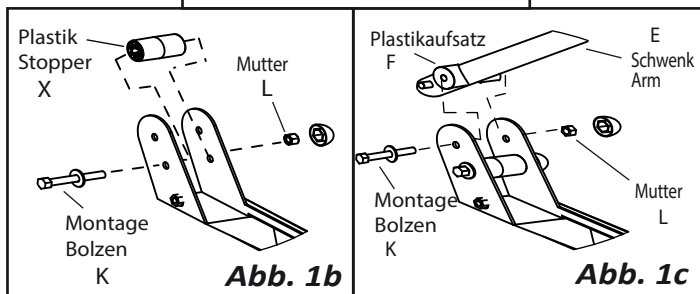

Abb. 2
Befestigen Sie mit den Montageschrauben den linken und rechten Flügelanker (G) an den entsprechenden Seiten des Whirlpools (siehe Abb. 2). Die Halterungen sollten 10cm von der Rückseite des Whirlpools entfernt direkt unterhalb der Lippe des Whirlpools montiert werden (siehe Abb. 2). Das Bolzenloch des Schwenkarms in der Halterung befindet sich 10cm von der Rückseite des Whirlpools entfernt.